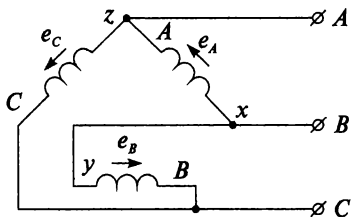

Рис. 12.10
Опасно неправильное соединение обмоток генератора треугольником. Например, на рис. 12.10 показана схема соединения, в которой перепутаны местами конец и начало фазы B .
6. Начертите векторную диаграмму ЭДС к схеме на рис. 12.10.